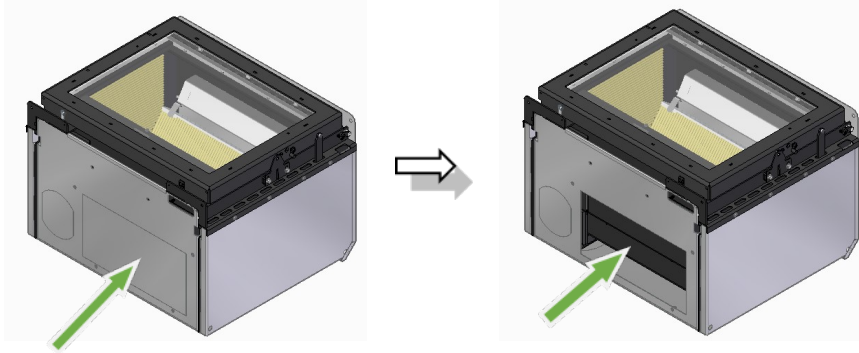

Figura 52 – Desmontaje de las microarticulaciones inferiores
a. En estos modelos, el kit de ventilación se coloca debajo de la unidad. Para acoplar el kit de ventilación opcional, primero debe romper las microjuntas de la parte inferior con un martillo, para poder acoplar el ventilador y los accesorios del kit de ventilación, véase la figura 52.